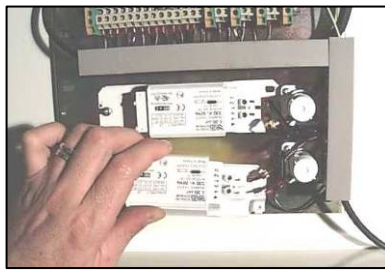

Fig. 29
- b) Extraer los cables de conexión (Fig. 29 y 30).